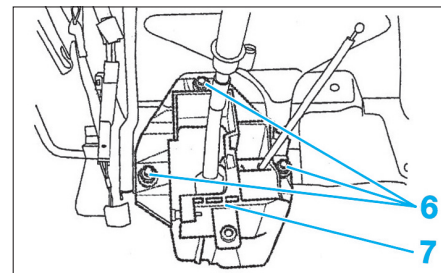

Fig. 4
- Décliper les durits (1)
- Déposer la vis de fixation (2).
- Retirer la plaque support (3).
- Dévisser les écrous de fixation (4).
- Déposer les tuyaux (5) et les obturer.
- Déposer les vis de fixation (6) et le sélecteur de vitesses (7) (Fig.4).